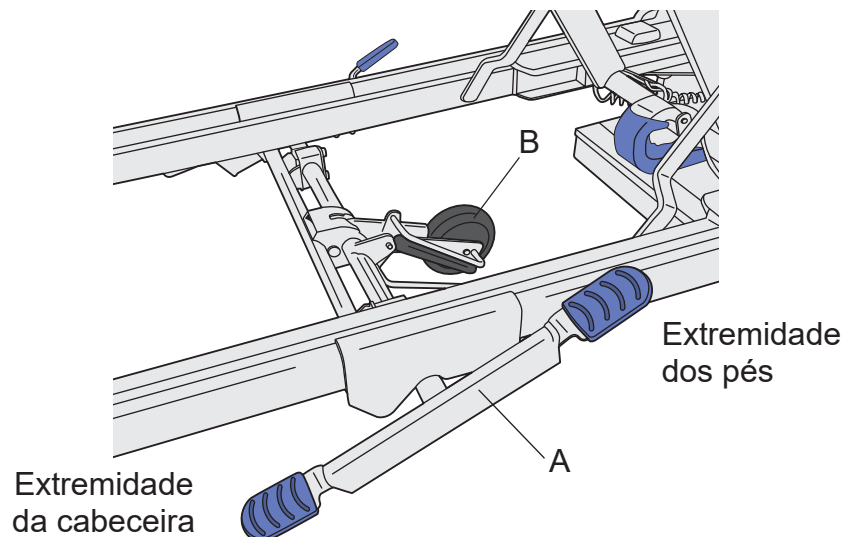

Fig. 8 - Pedal de ativação da 5ª roda
1. Desça a extremidade da cabeceira do pedal de ativação da 5ª roda (A). **(Veja Fig. 8)**
1. Desça a extremidade dos pés do pedal de ativação da 5ª roda (A). **(Veja Fig. 8)**
2. Certifique-se de que a 5ª roda (B) está suspensa do chão.